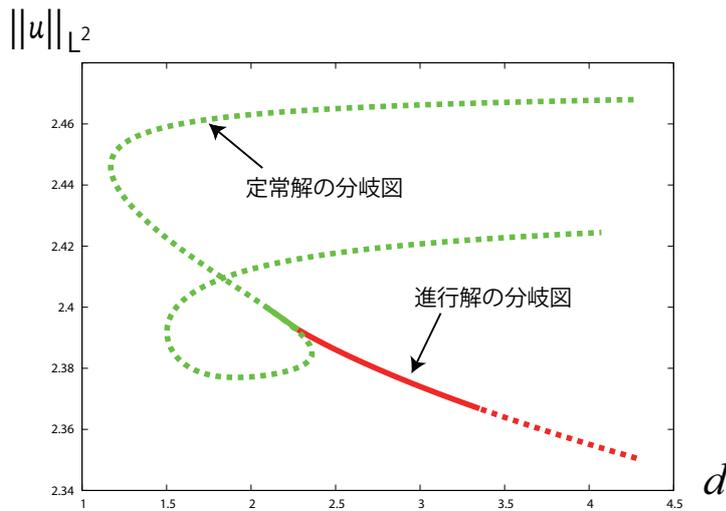

図 5.2.14: 進行解の分岐図
Step1.6 と Step2.3 で求める安定性を考慮し，縦軸を  $\|u\|_{L^2}$  にすると図 5.2.14 のようになる。